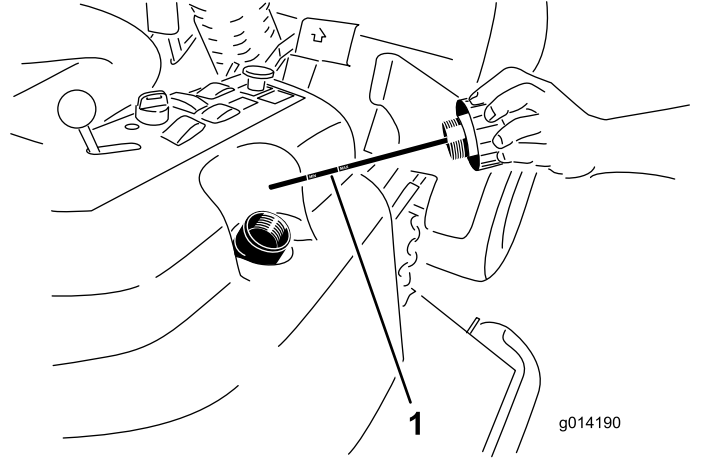

图48
4. 从加油颈上取下液压加油颈盖（图48）。
5. 取出量油尺，用干净的抹布擦拭（图48）。
6. 将量油尺完全拧入加油颈；然后再取出检查液位（图48）。